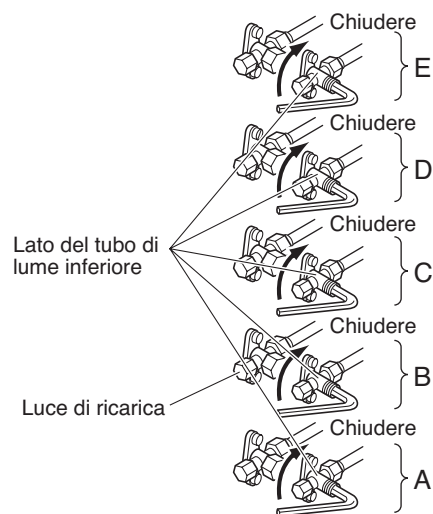

Fig. 22
- (1) Chiudere del tutto i perni delle valvole sul lato del tubo di lume minore dei tubi A, B, C, D e E. Consultare in proposito la Fig. 22.